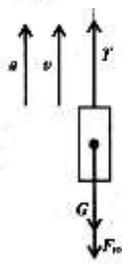

Рис. 14.7
1. **Рассмотрим участок 1** — подъем с ускорением. Составим схему сил (рис. 14.7).